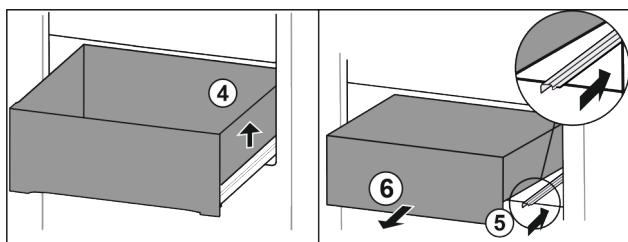

Fig. 93
- ▶ Dvignite predal desno. Fig. 93 (4)
- ▶ Vstavite desno vodilo. Fig. 93 (5)
- ▶ Predal vzemite ven v smeri naprej. Fig. 93 (6)